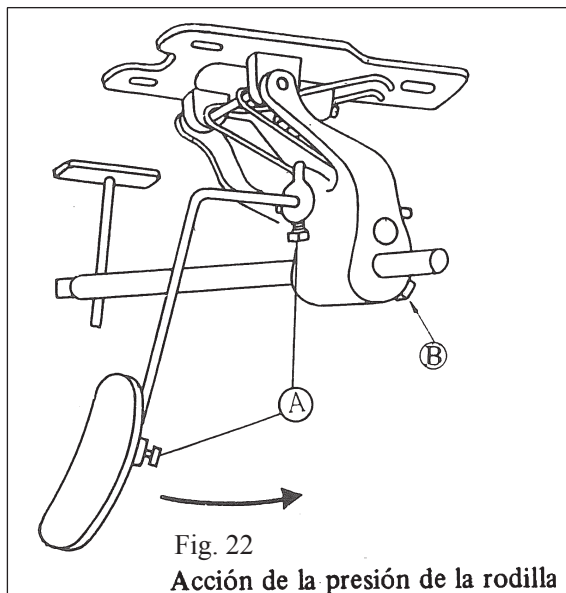
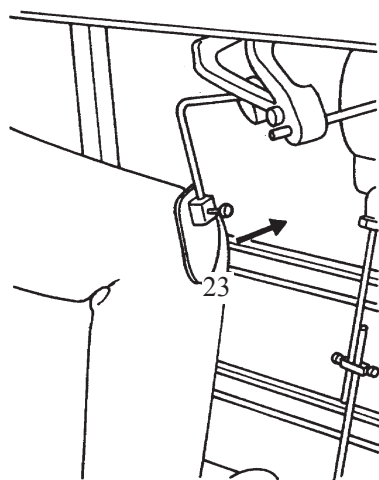

Fig. 22
Fig. 23
Como se muestra en la Fig. 22, el ancho del zig zag cosido por esta máquina puede regularse mediante la palanca accionada por la rodilla. Al sentarse, la parte ancha de la palanca debe presionar suavemente su pierna, a la altura de la rodilla derecha (Fig. 23).
Si el contacto no es suave por no coincidir las posiciones relativas, ajuste la palanca aflojando los tornillos (A) de la Fig. 22.